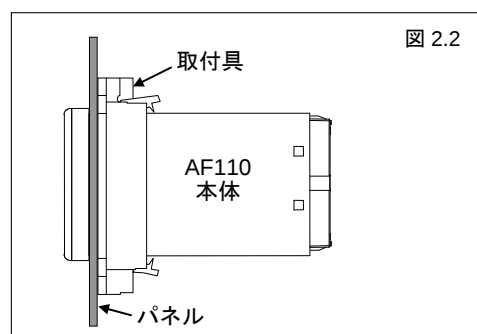

図 2.2
4. AF110 がパネルにしっかりと固定されるまで、取付具を押し込みます。(図 2.2)